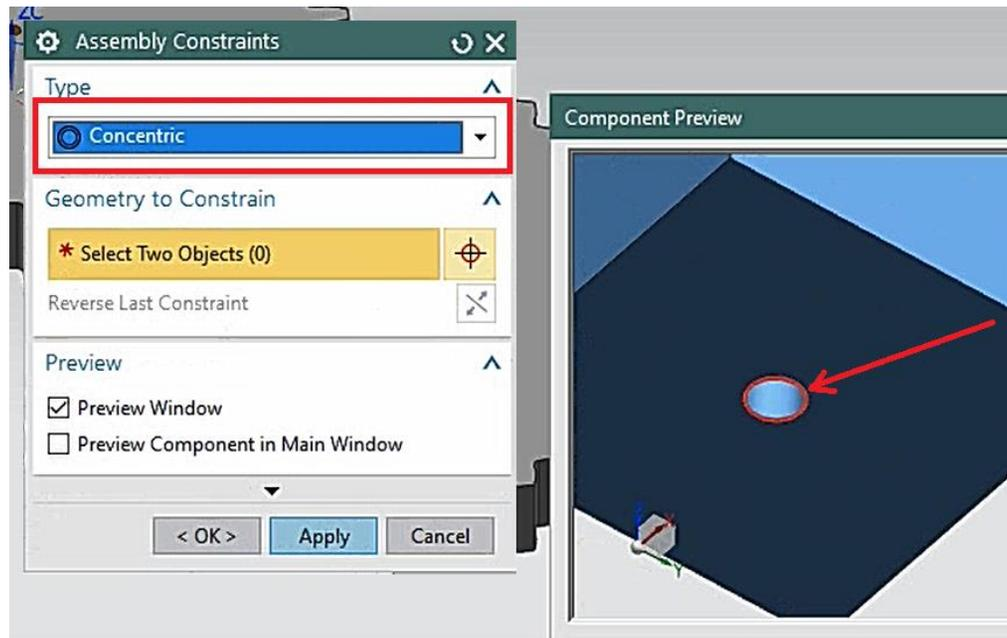
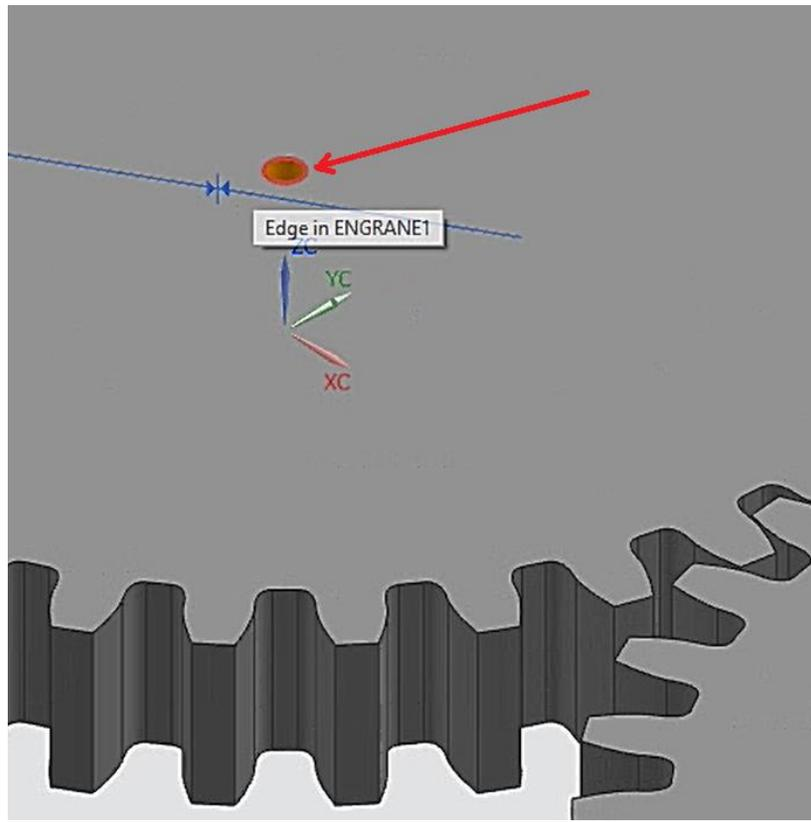

Figura 1.20 Restricción tipo *concentric* en circunferencia inferior de pieza **dado1.prt**.
Figura 1.21 Circunferencia superior en pieza engrane1.prt.
- Agregar una restricción, de tipo **Concentric**. Seleccionando la circunferencia inferior del **dado1.prt** (Figura 1.20) y la circunferencia superior del **engrane1.prt** (Figura 1.21).